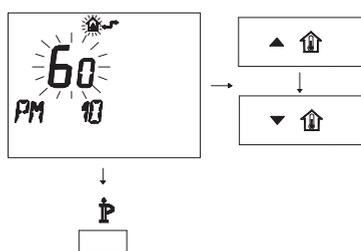

Figura 5.103
- Per modificare il SET programmato agire sui pulsanti ▲ **↑** o ▼ **↓** e aspettare che il numero programmato cominci a lampeggiare (Figura 5.103).